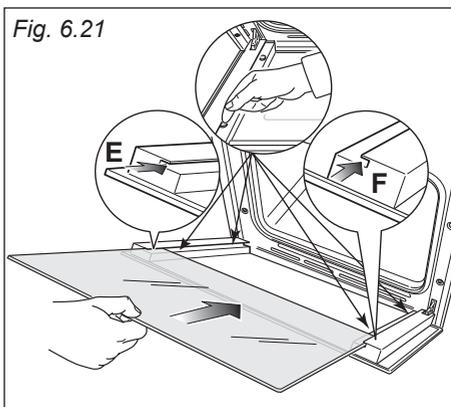

Fig. 6.22
- Inserire il vetro nelle guide "E" ed "F" (fig. 6.21) e farlo scorrere dolcemente fino ai fermi "H" (fig. 6.22).